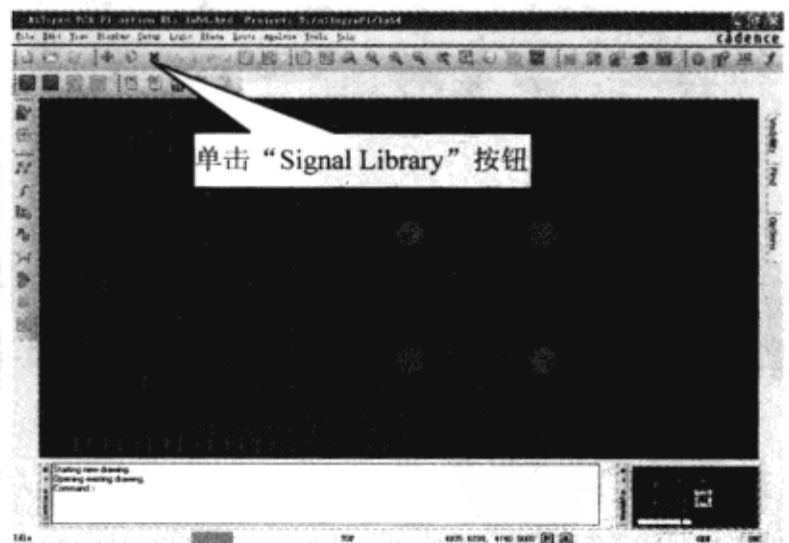

图 10-6-47 打开 PCB 文件
(2) 双击 lab4.brd 打开这个 PCB 文件，如图 10-6-47 所示。